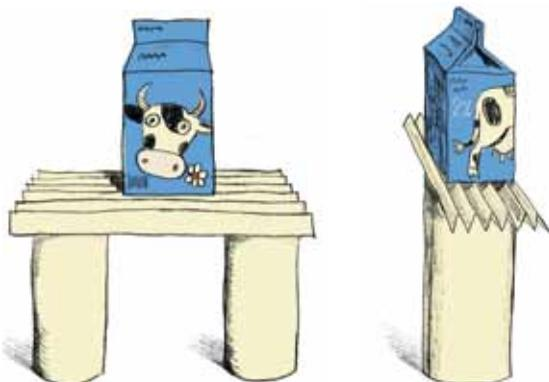

Рис. 4
2. Сделайте ещё пару цилиндров, как в п. 1. Сложите лист бумаги гармошкой (рис. 4). Даже пакет йогурта, поставленный на середину моста, не продавливает бумажный мост!